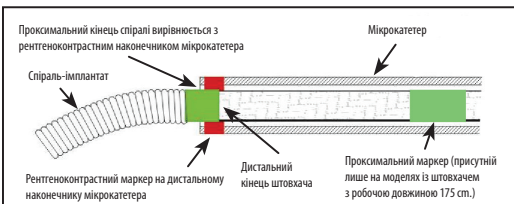

Рисунок 4. Положення маркерних смужок перед від'єднанням
29. Просуньте спіраль в потрібне місце, доки рентгеноконтрастний маркер на штовхачі не буде вирівняно або трохи дистальніше від рентгеноконтрастного маркера на дистальному наконечнику мікрокатетера, розташувавши зону від'єднання безпосередньо за межами наконечника мікрокатетера. Див. рисунок 4.